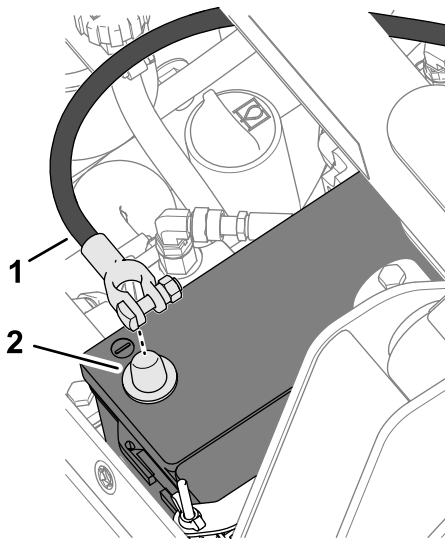

Bild 33
1. Montieren Sie das Minuskabel am Minuspol der Batterie (Bild 33), und ziehen Sie die T-Schraube und Mutter fest.